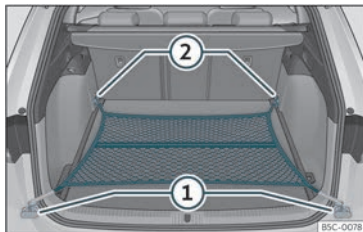

Fig. 125 Nel bagagliaio: rete fermacarico agganciata a livello del piano.
- Fissare i ganci della rete agli occhielli di ancoraggio (1) r (2) »» **fig. 125** »» Δ . La cerniera della tasca dev'essere rivolta verso l'alto.